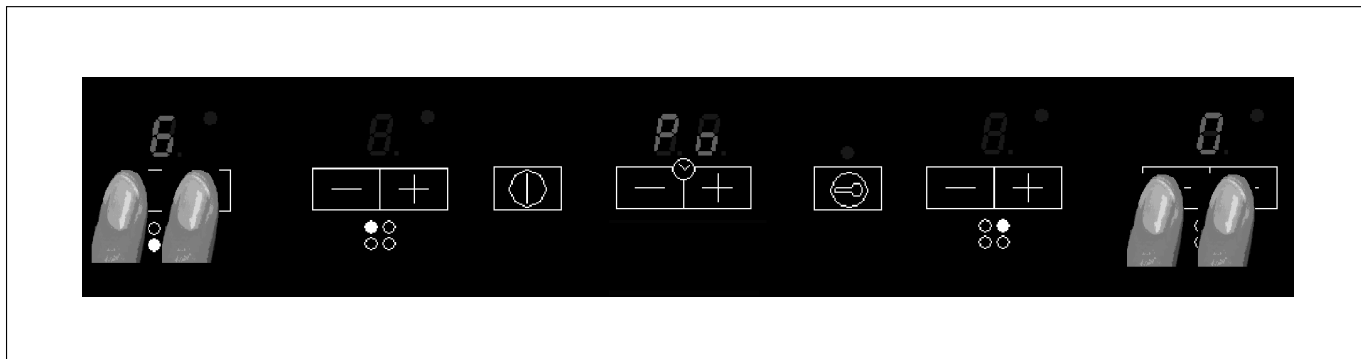

РИС. 20
- Одновременно нажмите клавиши выбора переднего левого нагревательного элемента 7 и переднего правого нагревательного элемента 6 (см. рис. 20).